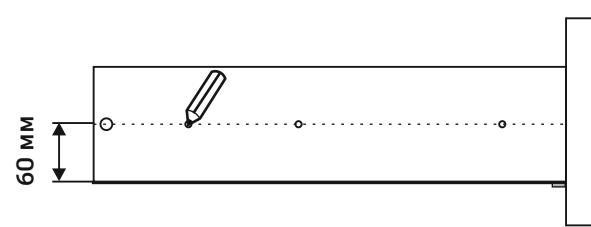

Рис.9
1. **Провести** линию карандашом на боковых стенках ящиков (левых, п.15 (4 шт) и правых, п.16 (4 шт)), совмещая существующие наколки. При этом, расстояние от нижней кромки боковых стенок ящиков до линии должно быть одинаковым (см. рис.9)